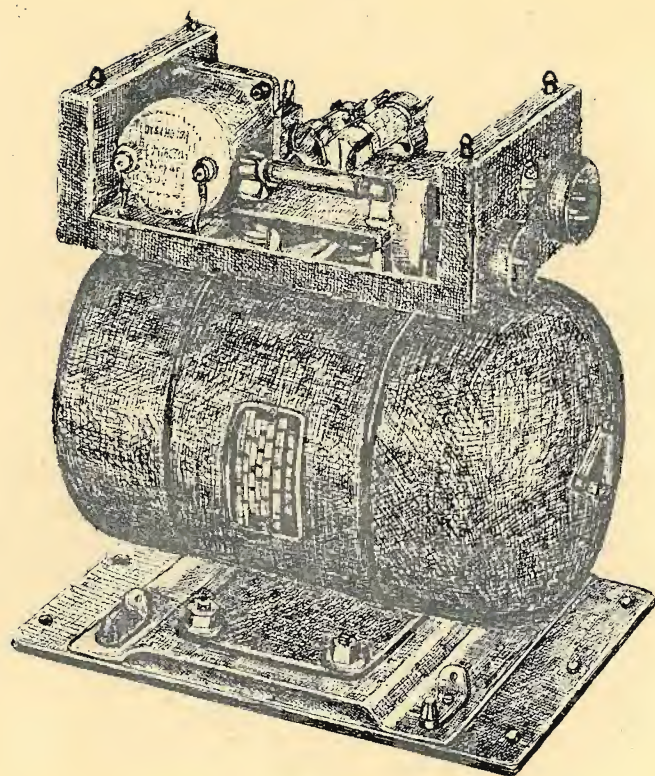

Fig. 8 — Il survoltore BD-77-().
c. SURVOLTORE BD-77-( ) (fig. 8). Il Survoltore BD-77-( ) viene alimentato da una batteria d'accumulatori a 12 Volt e fornisce l'alta tensione al trasmettitore. Esso viene fissato alla base di montaggio FT-107-( ) mediante 4 ritegni scorrevoli. Sulla sua parte superiore è montata una scatola contenente una valvola fusibile, il relè d'avviamento, un sistema di filtro dei disturbi ed i ricettacoli di terminazione dai quali le tensioni d'uscita ed i circuiti di controllo vengono condotti agli appropriati punti del circuito.